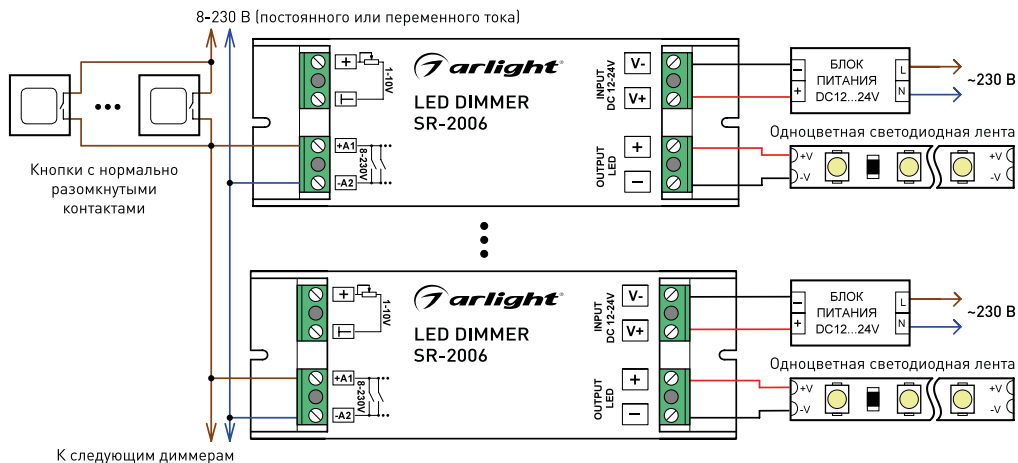

Рис. 2. Схема подключения при управлении кнопками PUSH DIM.
- 3.6. Если используется управление PUSH DIM, подключите кнопки с нормально разомкнутыми контактами в соответствии со схемой (рис. 2). Для управления диммером кнопками используется напряжение 8-230 В постоянного или переменного тока.